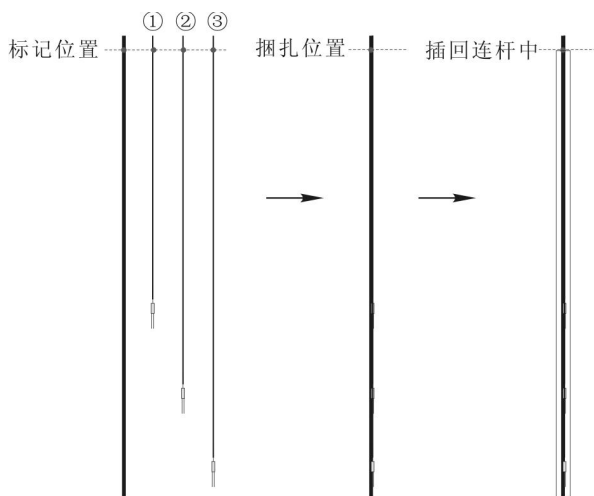

图 11 捆扎示意图
- 8) 将开关线的所有标记点和钢丝的标记点对齐捆扎，同时将各开关线紧固在钢丝上，如图 11 所示。
- 9) 将开关线的所有标记点和钢丝的标记点对齐捆扎，同时将各开关线紧固在钢丝上如图 11 所示。